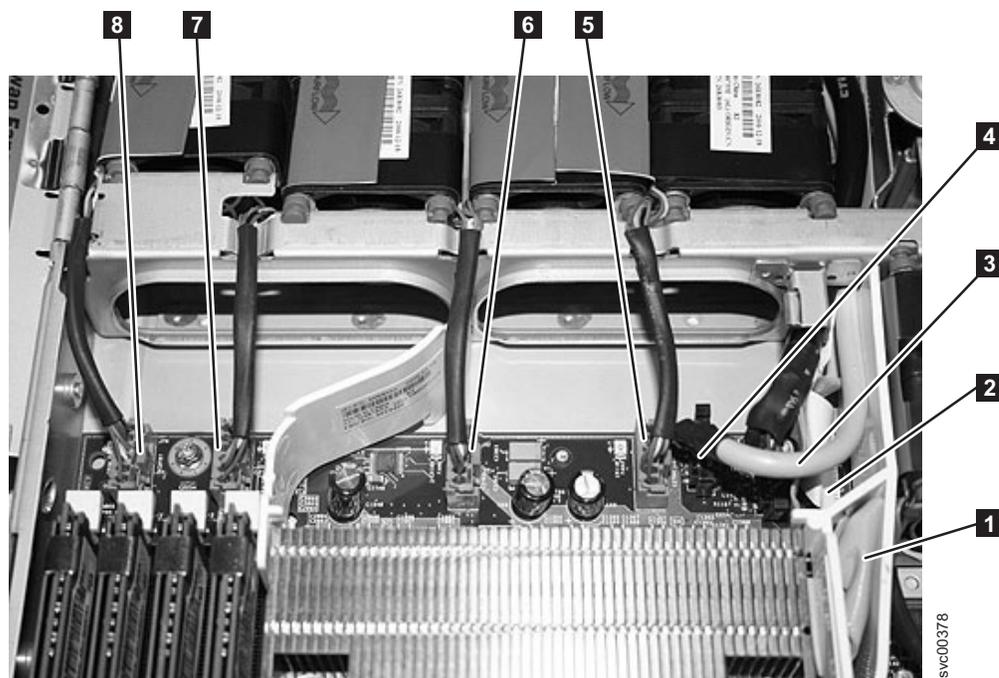

図 216. SAN ポリユーム・コントローラー 2145-8G4 システム・ボードの前面右側にあるコネクタ
10. ライト・パス・リボン・ケーブル・コネクタと CD-RW リボン・ケーブル・コネクタを再接続します (259 ページの図 216 を参照)。